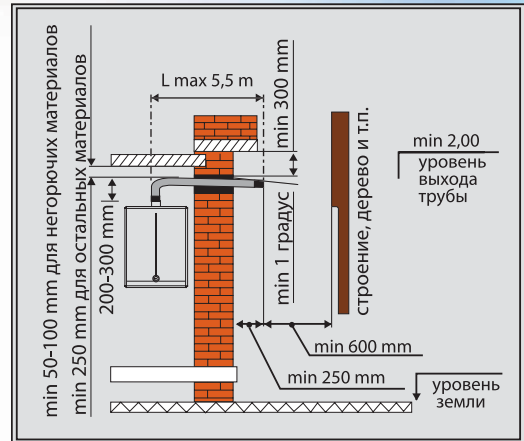

Рис. 15
Условия конструктивного исполнения трубы типа "FF" (Рис. 15):
**3.** Условия монтажа трубы типа "FF" (Рис. 15):